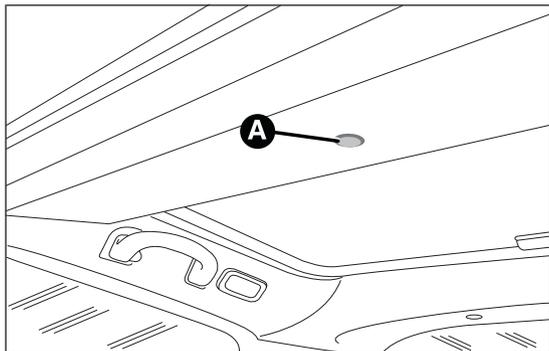

fig. 54
- rimuovere il tappo di protezione ubicato sul rivestimento interno, tra le due tendine parasole fig. 54;
- introdurre nella sede A fig. 54 la chiave in dotazione e ruotarla in senso orario per aprire il tetto oppure in senso antiorario per chiudere il tetto.